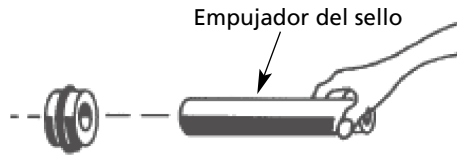

Figura 16
2. Aplique un poco de aceite (NO use grasa) en las partes estacionarias del sello mecánico. Recuerde poner de nuevo los sellos mecánicos, usando el presionador de sellos como en la Figura 16 y vuelva a poner los tornillos del anillo en O y la tapa del sello.